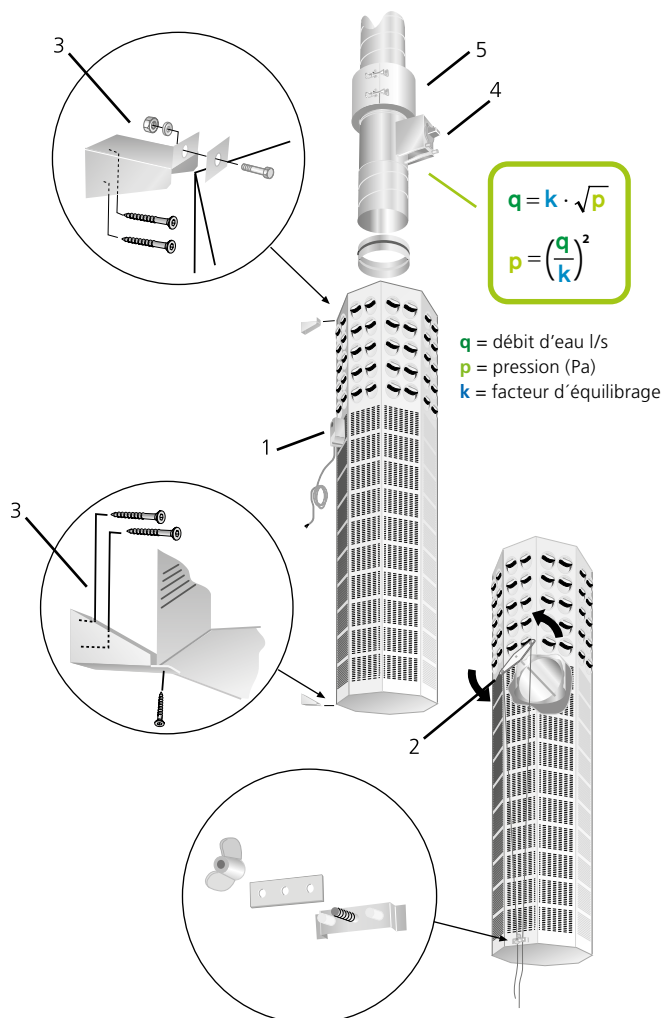

Figure 1. Équilibrage de l'installation.
Collier de fixation (5) en acier galvanisé, simplifiant l'installation et le démontage des diffuseurs. Voir figure 1.
Les consoles de fixation (3) sont fournies avec le diffuseur. Elles doivent être fixées au mur, puis au BOC. Voir figure 1.
Le réglage du flux se fait à l'aide d'un appareil de mesure réglable (4) positionné dans le conduit, en amont du BOC. Voir figure 1. N.B.: Les détails 4 et 5 ne sont pas inclus.
Légende de la figure 1: